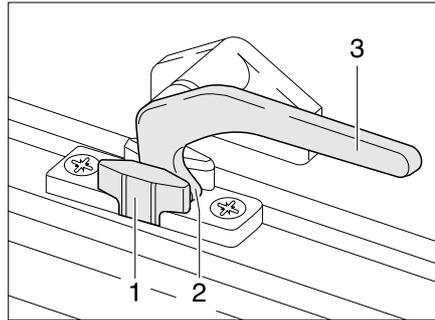

Bild 58 Verriegelungshebel in Stellung "Dauerbelüftung"
- in Stellung "Dauerbelüftung" (Bild 58)
- Den Verriegelungshebel (Bild 58,3) eine viertel Umdrehung zur Fenstermitte hin drehen.
- Den Verriegelungshebel wieder zurückdrehen. Die Verriegelungsnase (Bild 58,2) dabei in die Aussparung der Fensterverriegelung (Bild 58,1) einfahren.